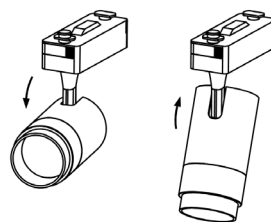

Рисунок 5 – Наклон светильника.
– При помощи кронштейна отрегулируйте угол наклона светильника (см. рисунок 5). Угол наклона регулируется от 0 до 90 градусов.